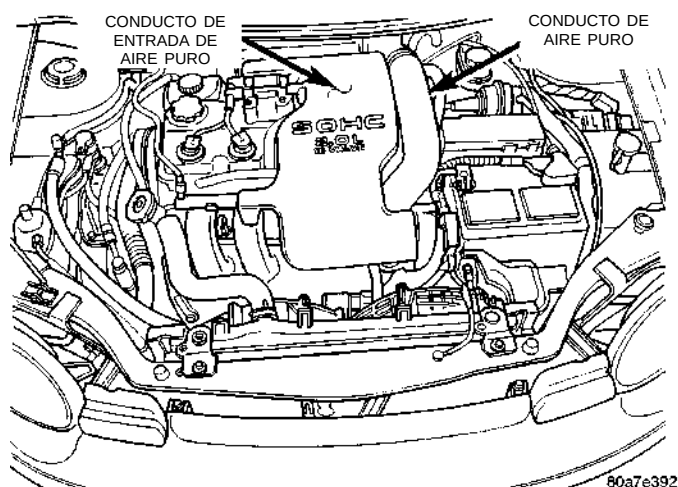

Fig. 13 Conducto de aire puro al conjunto del cuerpo de mariposa
- (3) Retire el conducto de aire puro (Fig. 13).
- (9) Retire el conducto de aire puro y la caja del filtro superior de aire (Fig. 13).